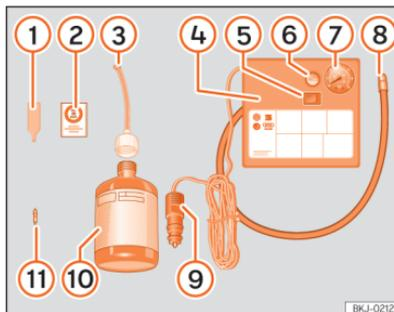

Fig. 228 Representação standard: conteúdo do kit antifuros.
O kit antifuros está localizado na bagageira, por baixo do revestimento do piso. Inclui os seguintes componentes >>> **Fig. 228:**
- Desenrosque a proteção e o obus da válvula do pneu. Utilize o aparelho >>> **Fig. 228** 1 para retirar o obus. Coloque-o numa superfície limpa.
- Agite com força a garrafa de vedante de pneus >>> **Fig. 228** 10.
- Enrosque o tubo de enchimento >>> **Fig. 228** 3 na garrafa de vedante. O selo da garrafa partir-se-á automaticamente.
- Remova o tampão do tubo de enchimento >>> **Fig. 228** 3 e enrosque a extremidade aberta do tubo na válvula do pneu.
- Volte a colocar o obus com o aparelho »» Fig. 228 ① na válvula do pneu.
- Enrosque o tubo de enchimento do pneu do compressor »» Fig. 228 ⑧ na válvula do pneu.
- Verifique se o parafuso de evacuação de ar está fechado »» Fig. 228 ⑥.
- Ligue o conector »» Fig. 228 ⑨ a uma tomada de corrente de 12 volts do veículo »» Página 227.
- Ligue o compressor de ar com o interruptor ON/OFF »» Fig. 228 ⑤.
- Cole o autocolante »» Fig. 228 ② no painel de instrumentos, dentro do campo visual do condutor.
Volte a enroscar o tubo de enchimento »» Fig. 228 ⑧ e verifique a pressão no manómetro ⑦.